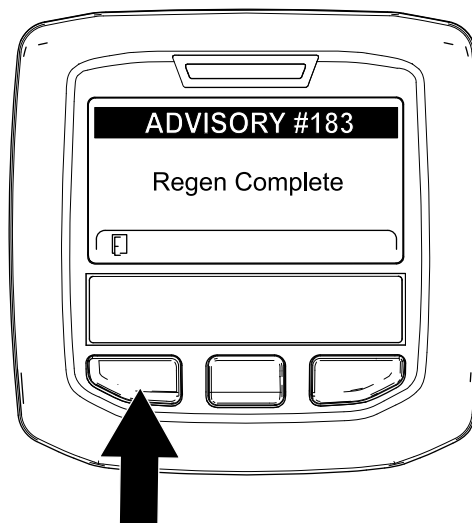

Рисунок 86
9. Когда компьютер двигателя завершает процесс стационарной или восстановительной регенерации, на дисплее инфо-центра появляется информационное сообщение № 183 (Рисунок 86). Для перехода на главный экран нажмите левую кнопку.
**Примечание:** Если регенерацию не удалось завершить, на дисплее инфо-центра появляется информационное сообщение № 184 (Рисунок 86). Для перехода на главный экран нажмите левую кнопку.